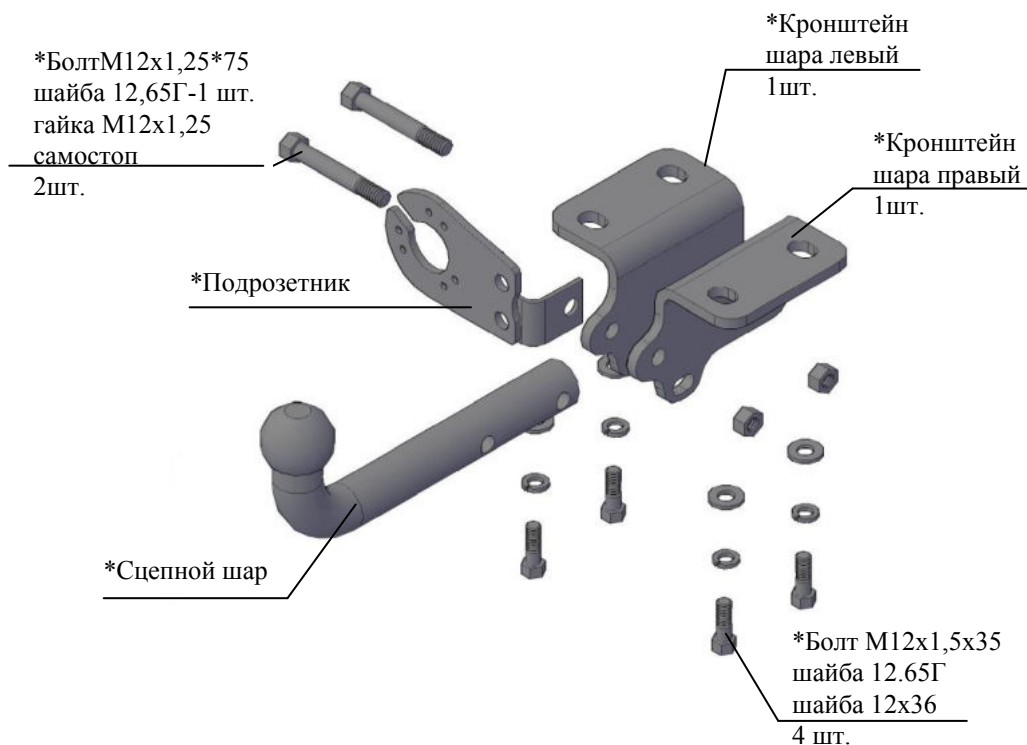

Рис.1 Тягово-цепное устройство 9160
2.1 ТСУ 9160 в сборе (рис.1)	1 шт.
2.2 Пакет с комплектующими (см. рис.1)	1 шт.